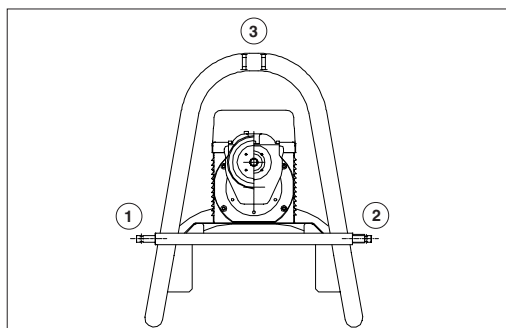

Abb. 2
- c) die drei vorgesehenen Verankerungspunkte (Abb.2) perfekt befestigt und mittels der mitgelieferten Teile blockiert sind. **Die fehlerhafte Verankerung kann das Umkippen der Maschine bewirken, was eine schwerwiegende Gefahr für die Bedienungsperson bedeutet.**